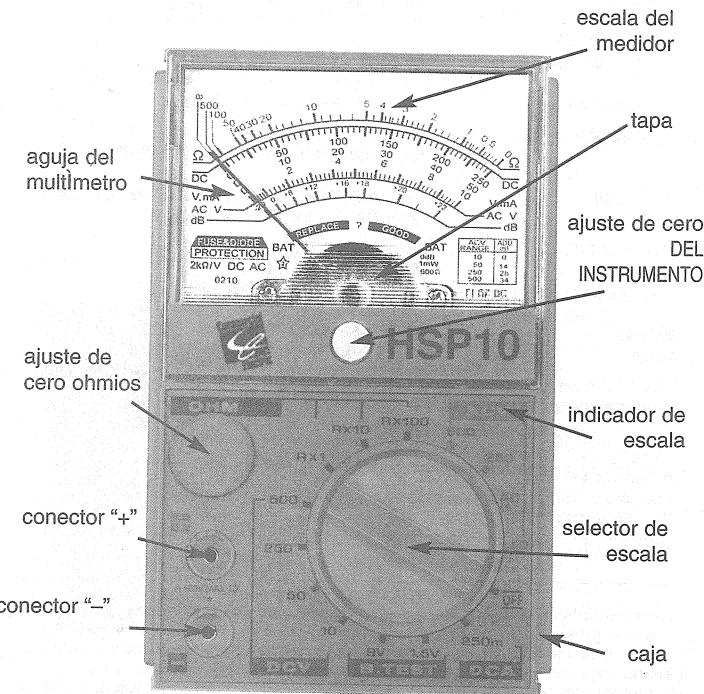

FIG. 1
3. Coloque en cortocircuito los extremos largos de la punta de prueba y haga girar el potenciómetro de ajuste de cero ohmios (vea la Fig. 1) hasta que la aguja del multímetro se encuentre sobre la posición del cero en la escala de ohmios (extremo derecho de la escala).